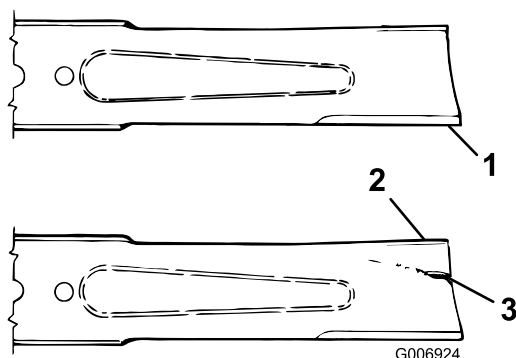

図 102
3. ブレードの切っ先を注意深く観察、特に、直線部と曲線部が交わる部分をよく観察する 図 102。
4. 磨耗が進んでいる場合 図 102 には、ブレードを交換する ブレード回転面の管理 \(ページ 65\) を参照。
ブレードの磨耗を放置すると、ブレードのセール部と平坦部との間に割れ目が発生する 図 102。この割れ目が拡大すると、最終的にはブレードがちぎれてハウジングの下から飛び出し、これがオペレータや周囲の人に重大な人身事故となる。